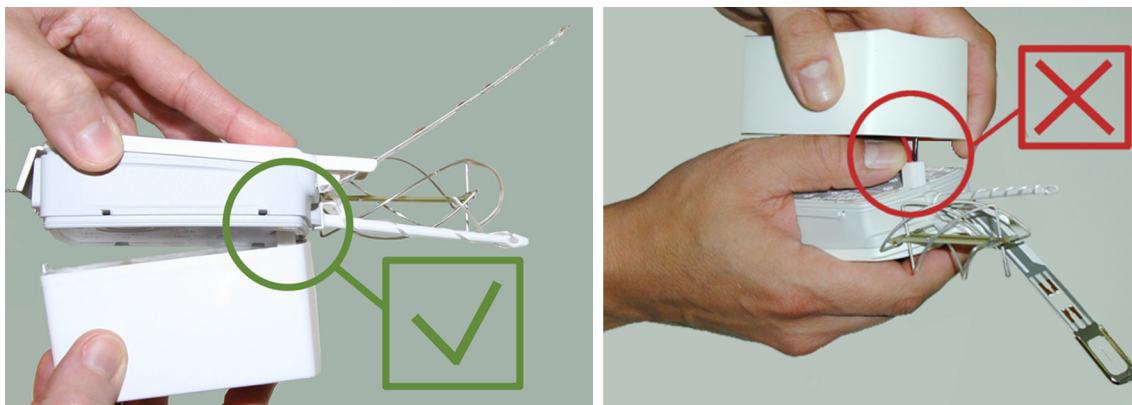

Figure 25 Connexion de la radiosonde au boîtier de la batterie
5. Reliez le connecteur de batterie à la radiosonde. Reportez-vous à la Figure 25 page 32.